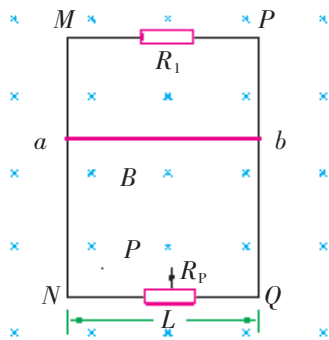

图 1-34
■ **案例 2** 如图 1-34 所示, MN 和 PQ 为竖直方向的两平行长直金属导轨,间距 L 为 0.4 m,电阻不计,导轨所在平面与磁感应强度为 $B = 0.50 \text{ T}$ 的匀强磁场垂直。导轨两端分别接有滑动变阻器和阻值为 3.0Ω 的电阻 R_1 。质量为 $6.0 \times 10^{-3} \text{ kg}$ 、电阻为 1.0Ω 的金属杆 ab 始终垂直于导轨,并与其保持光滑接触。当杆 ab 以速率 v 匀速下滑时,整个电路消耗的电功率 P 为 0.27 W。试求速率 v 和滑动变阻器接入电路部分的阻值 R_p ,并分析能量转化的情况。